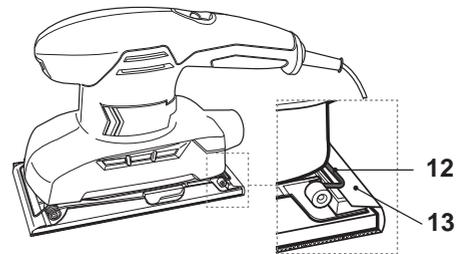

Fig. 7
- > Serrez le papier à poncer [13] et fixez l'autre extrémité à l'aide de la deuxième pince [12] (Fig. 7).